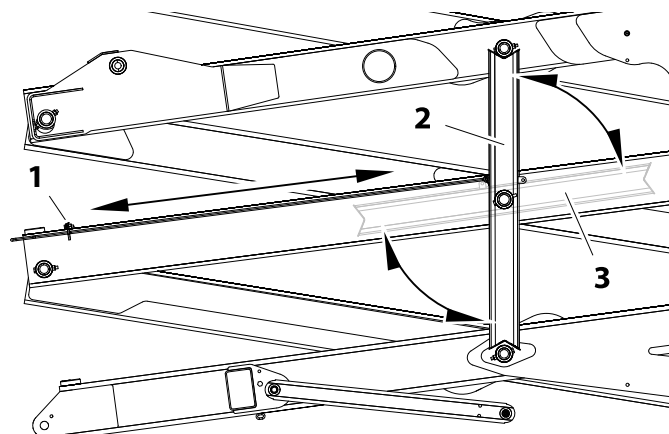

Рис. 6-4. Ножничный рычаг — узел предохранительной опоры
1. Чтобы задействовать предохранительную опору, поднимите ненагруженную платформу на достаточную высоту, чтобы предохранительная опора могла повернуться вертикально в свое положение. (См. Рис. 6-4.)